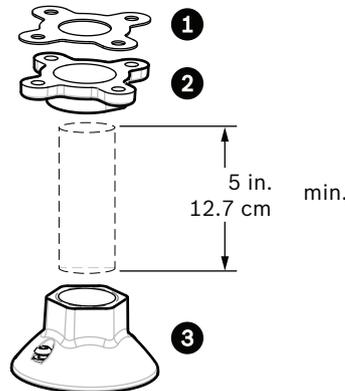

Figura 3.9 Soporte de techo
7. Enrosque la tapa en el tubo descendente y apriete hasta que quede bien sujeta. Consulte la *Figura 3.9, Página 48*.